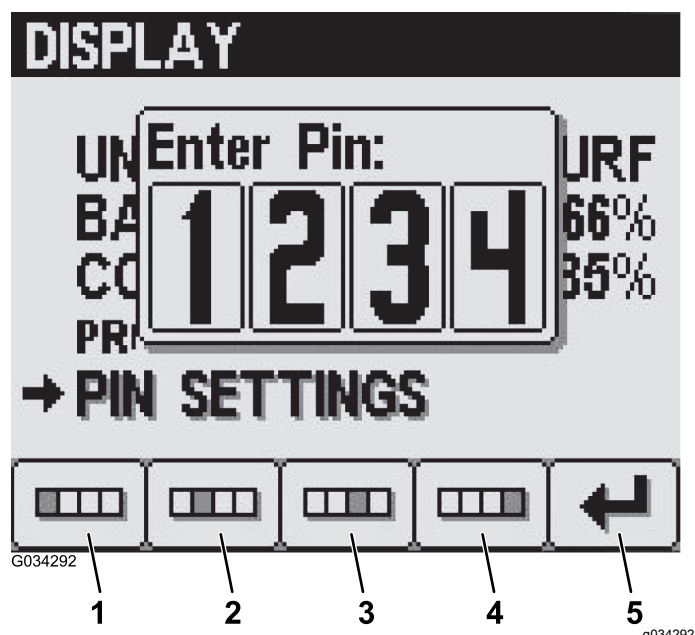

Figura 25
2. Introduza o PIN utilizando os botões 1 a 4 e prima o botão 5 quando terminar o PIN (Figura 25).
4. Introduza o PIN antigo utilizando os botões 1 a 4 e prima o botão 5 quando terminar o PIN (Figura 25).